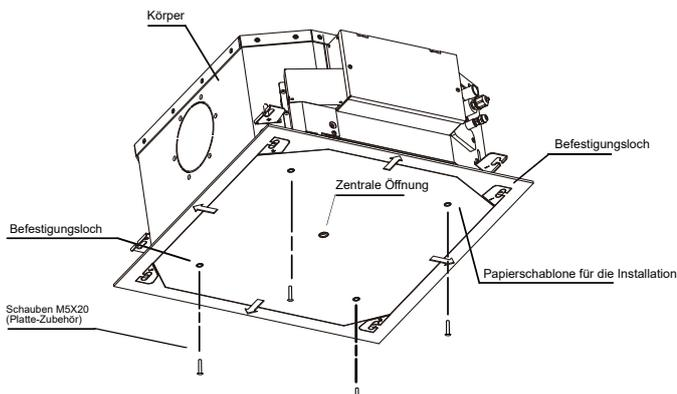

Abbildung 3.8
- Nachdem Sie das Gerät angehoben und montiert haben, befestigen Sie die Installationskarte (Zubehör 2) mit den Schrauben M5x20 (im Lieferumfang der Installationskarte enthalten) am Gerätekörper. Achten Sie darauf, dass Sie vorher die Größe und Position der Dachöffnung und des Wartungszugangs überprüfen. Siehe Abb. 3.8